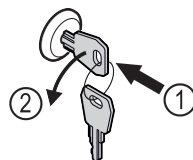

Fig. 177
- ▶ Sæt nøglen i. Fig. 177 (1)
- ▶ Drej nøglen 90° mod uret. Fig. 177 (2)